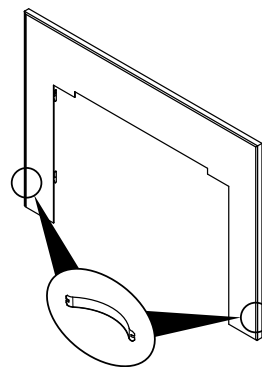

Figure 21.4
6. Installez deux ressorts d'acier sur chaque côté de l'encadrement mat vers le fond et de la trousse de garniture assemblée (**Figure 21.4**).